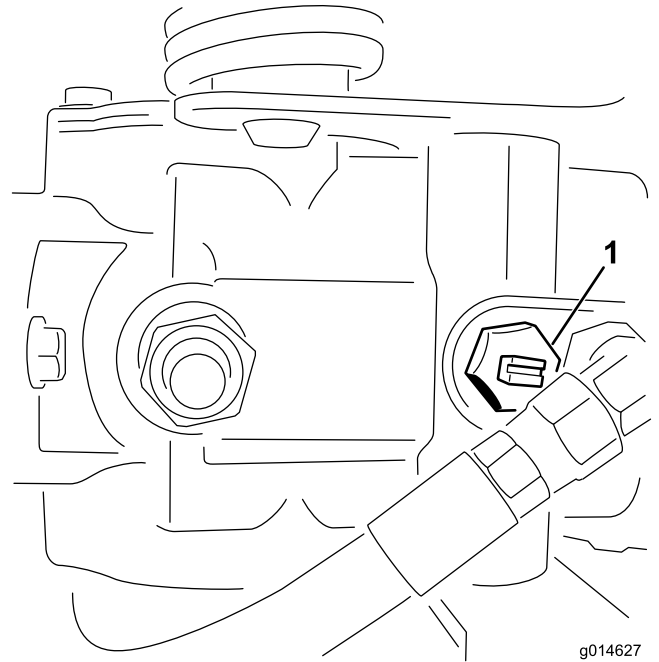

図 39
1. 油圧ポンプについているバイパスバルブ図 39の溝が「縦」になるようにバルブを回転させる。
2. エンジンを始動する時には、必ずバイパスバルブ図 39を閉じる溝が横向きになる。バルブを開けたままでエンジンを掛けないこと。